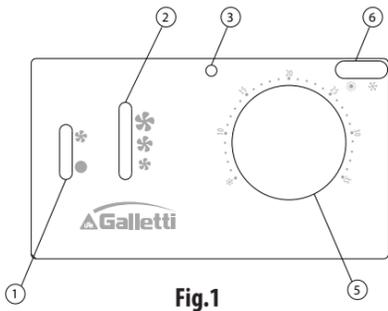

Fig.1
**EYTED2T (Fig.1):** régulateur électronique pour ventilo-convecteur avec échangeur simple (installation à 2 tubes), ventilateur avec moteur asynchrone à trois vitesses, vanne ON/OFF, sélection manuelle ÉTÉ/HIVER, possibilité de lecture de la température de l'eau pour signal de validation de la ventilation.